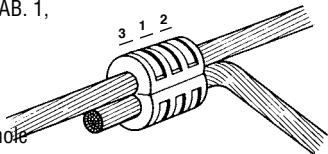

FIG. 3
- Eseguire le compressioni, utilizzando la coppia di matrici indicata nella TAB. 1, con la sequenza mostrata in (FIG. 3).
- Proceed with crimping operation with die set as per the TABLE 1, according to the sequence shown in (FIG. 3).